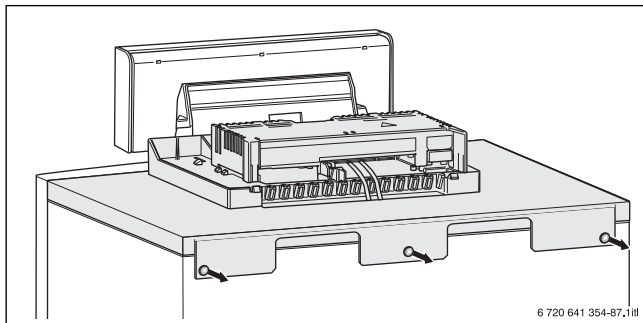

Bild 18 Schrauben an der Rückwand entfernen
- Drei Schrauben an der Rückwand entfernen (→ Bild 18).